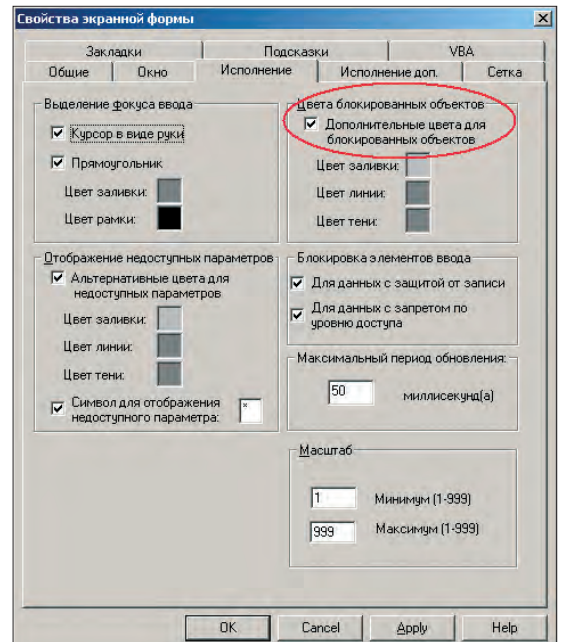

Рис. 22. Установка цветов текста, заливки и тени для заблокированных объектов
**Примечание.** Цвета, которыми будут отображаться заблокированные элементы ввода, настраиваются в **Свойствах экранной формы**, как показано на рис. 22 (Меню **Формат** — **Свойства экранной формы** — **Исполнение**).